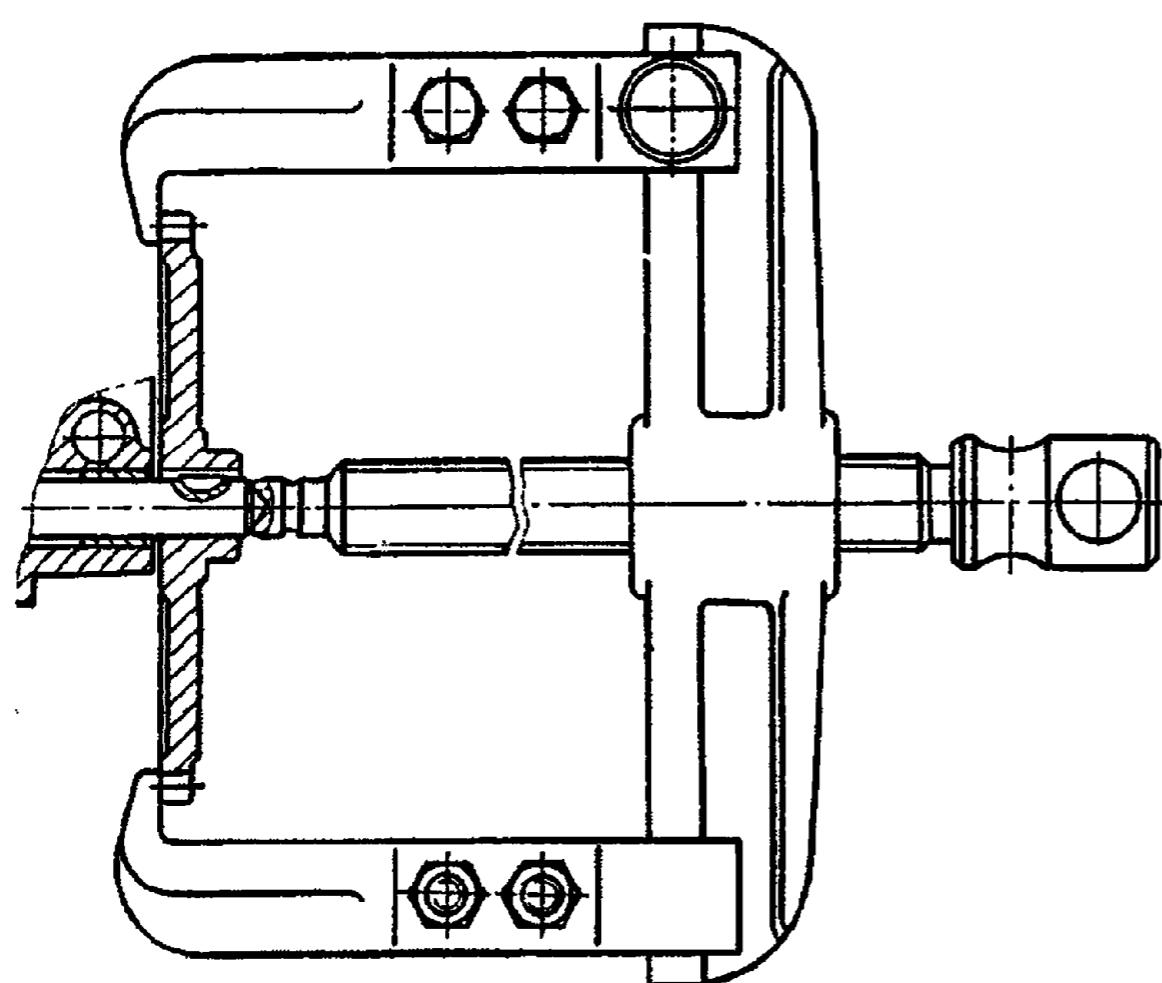

Рис. 107. Снятие ведущего зубчатого колеса привода масляного насоса
1. Отвернув гайку, съемником (рис. 107) снимите зубчатое колесо привода масляного насоса	Тиски, ключ 22×24, съемник